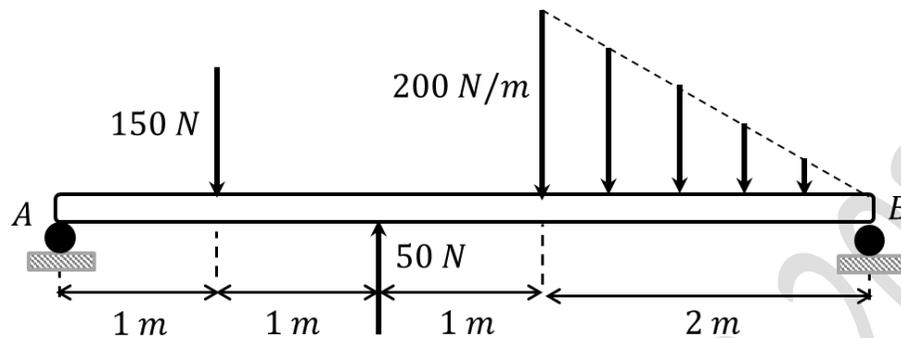

Fig. 7.20.
7.11.- Considere la viga AB de peso despreciable mostrada en la Fig. 7.20 y calcule las reacciones en los soportes A y B.